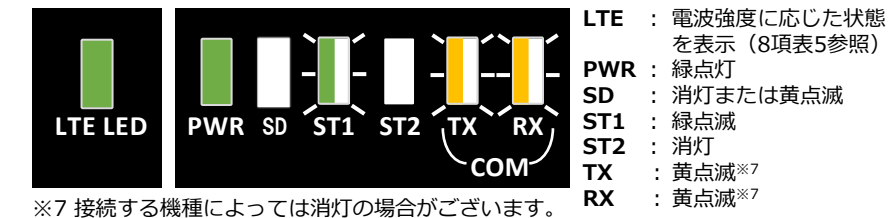

図16. YK設定完了後の表示LEDランプ状態
(1) SVセンサのランプ状態が図16の通りであることを確認する。
- LEDランプが図16と異なる場合は、「エコめがねサービスヘルプデスク」までご連絡ください。